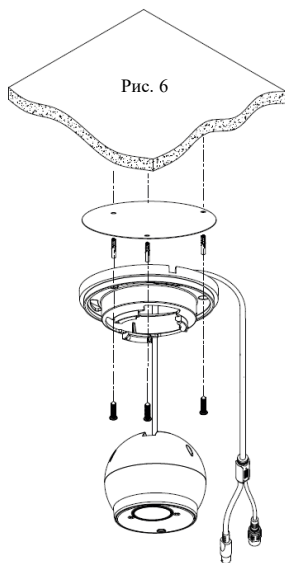

Рис. 6
2. Удерживая модуль камеры, при помощи шурупов закрепите основание в заранее подготовленные отверстия и установите фиксирующие элементы, не затягивая их (рис.6).